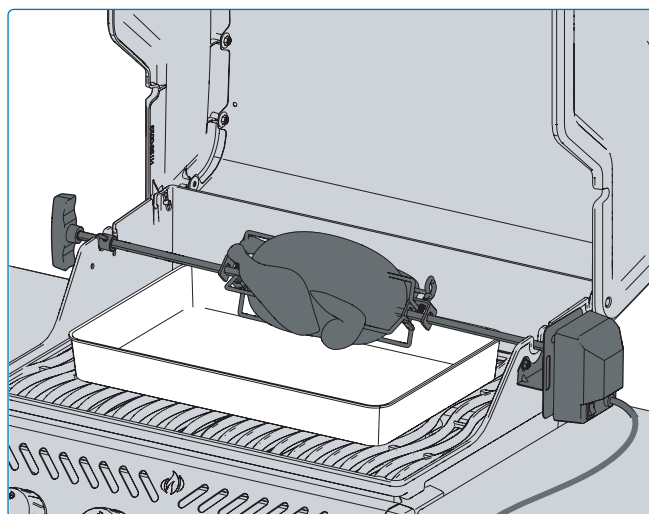

Fig. 15
- Assicurati sempre di posizionare un carico uniformemente bilanciato sullo spiedo (**Fig 15**).